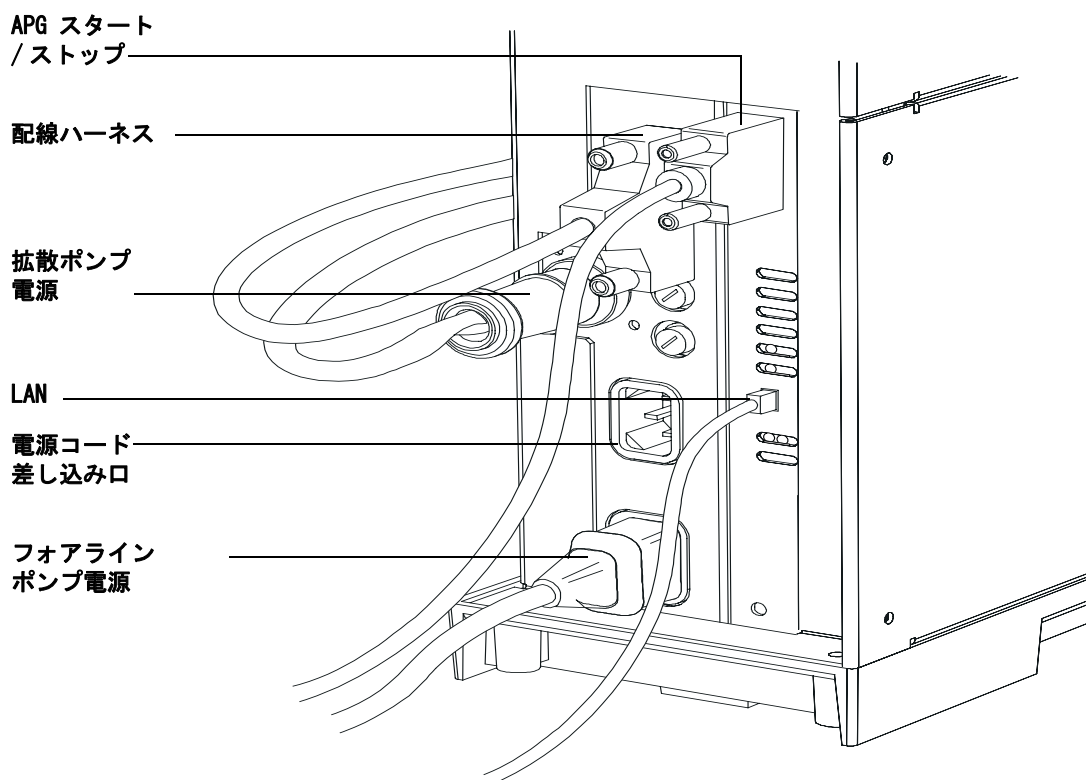

図 15 背面パネル図
- 6 ケーブルを MSD の背面に接続します (図 15 を参照してください)。